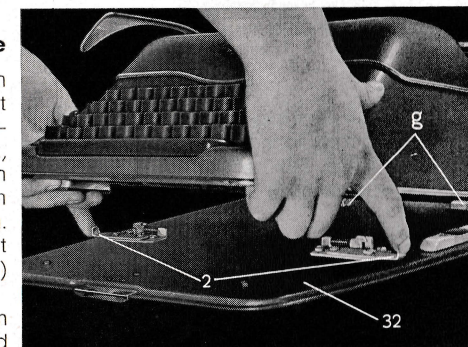

Abb. 10
Es ist zu empfehlen, die Maschine nur zum Reinigen — der besseren Zugänglichkeit wegen — von der Bodenplatte (32) abzunehmen. Wie in der Abbildung dargestellt, drückt man die beiden links und rechts am Bodenbrett angeordneten Schieber (2) nach innen und hebt die Maschine vorn etwas an. Dann schiebt man die Maschine zurück, damit sie auch von den hinteren Haltewinkeln (g) freigegeben wird (Abb. 10).